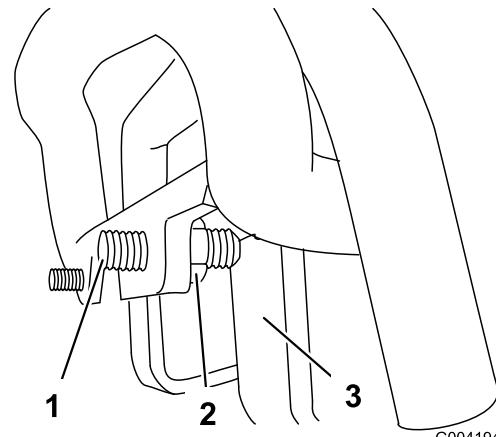

Bild 55
3. Falls die Zugmaschine nach **links** zieht, lockern Sie die **rechte** Klemmmutter und stellen Sie die Spurweiten-Stellschrauben vorne am Fahrantrieb ein (Bild 55).
4. Falls die Zugmaschine nach **rechts** zieht, lockern Sie die **linke** Klemmmutter und stellen Sie die Spurweiten-Stellschrauben vorne am Fahrantrieb ein (Bild 55).